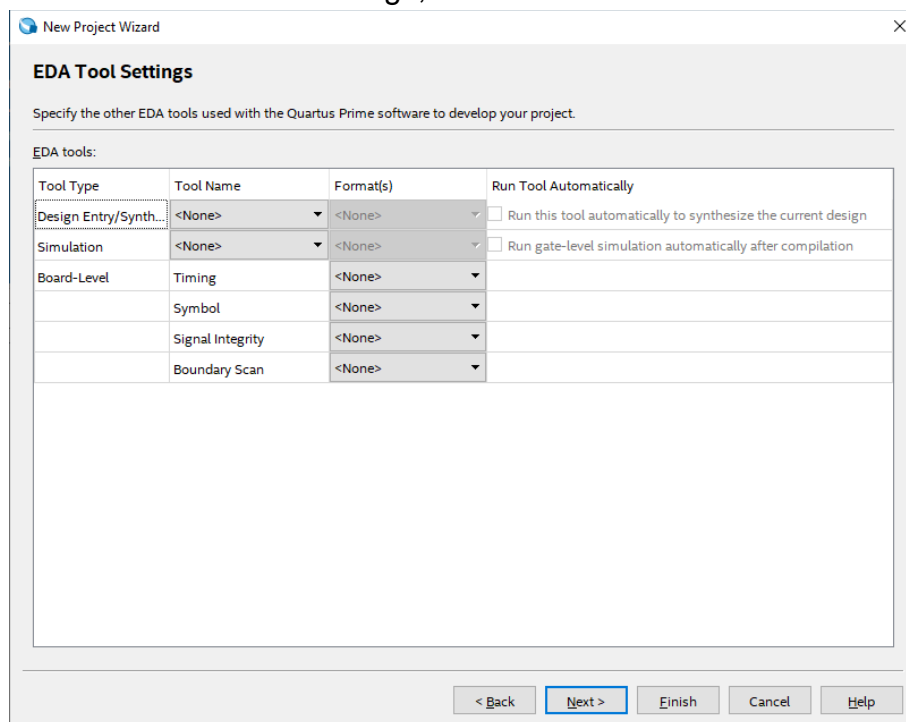

Figura 7. Configuración de la herramienta EDA.
3. Click en: **Tools** → **Programmer**, o en el ícono  del menú de herramientas. Se visualizará una ventana similar a la que se encuentra en la Figura 7.